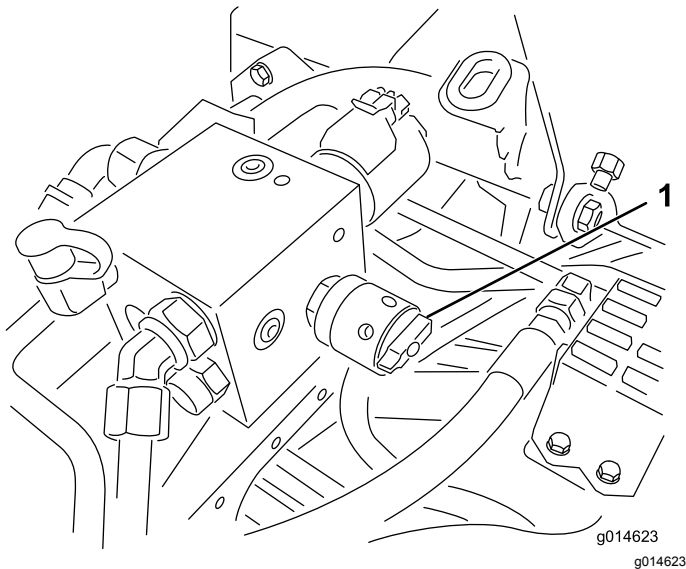

図 56
6. リール速度コントロールを 1 にセットする 図 56。